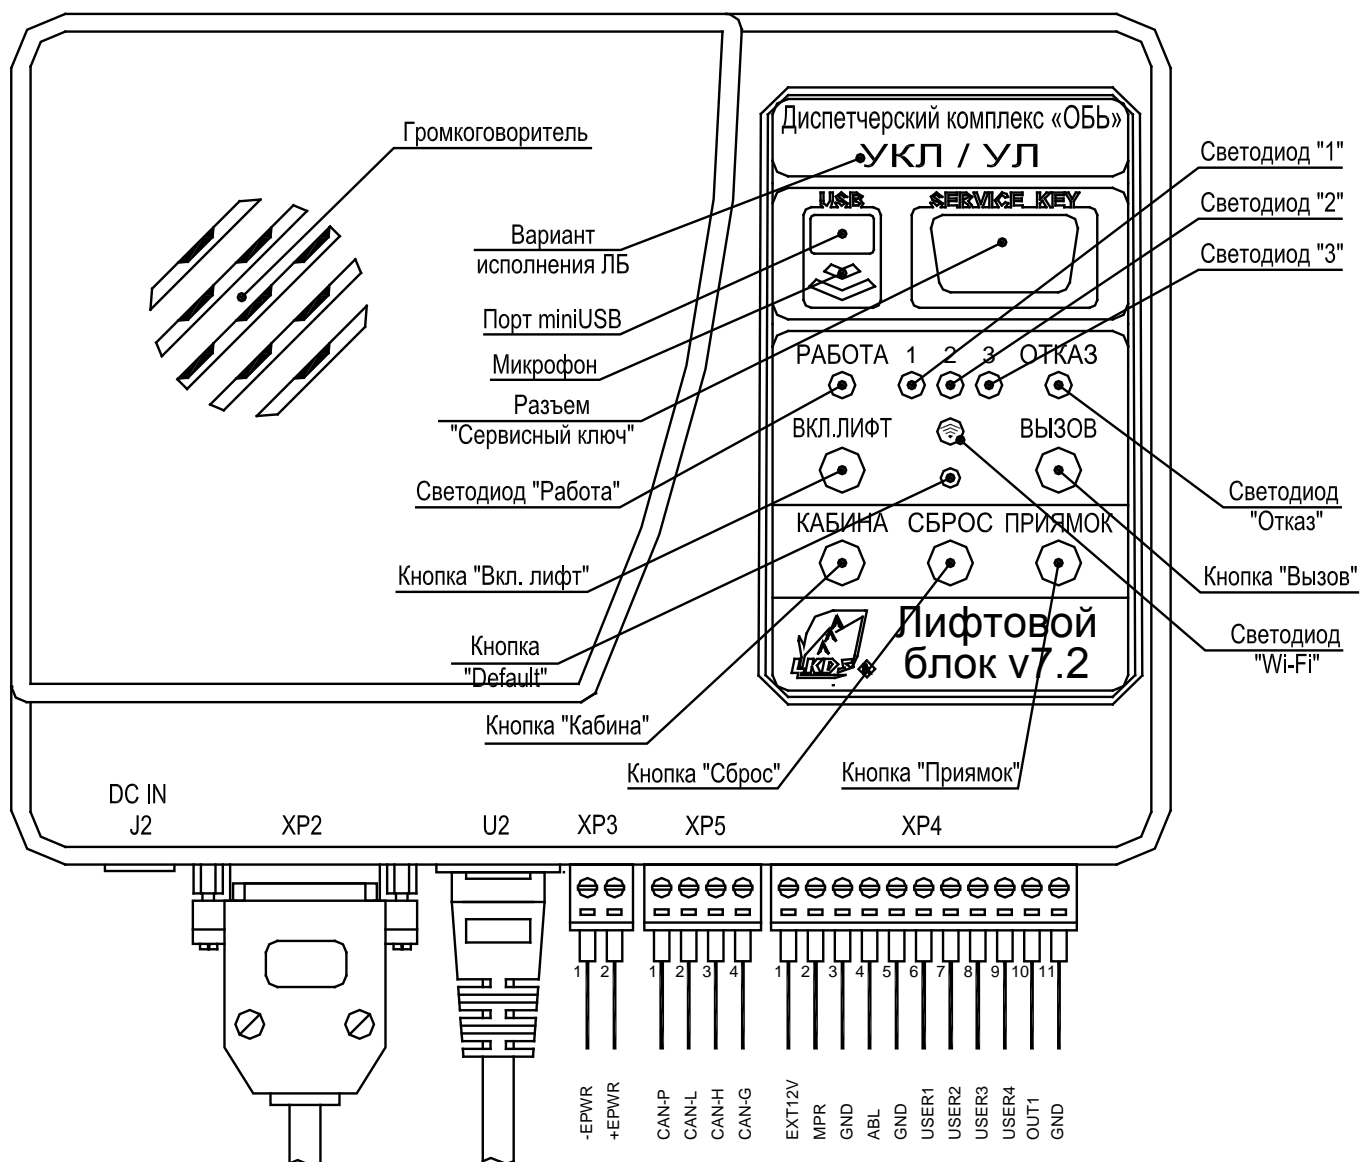

Рис. 1. Внешний вид лифтового блока, назначение разъемов, органов управления и индикации
1.4.1. На крышке корпуса ЛБ 7.2 (см. рис. 1) расположены разъемы: